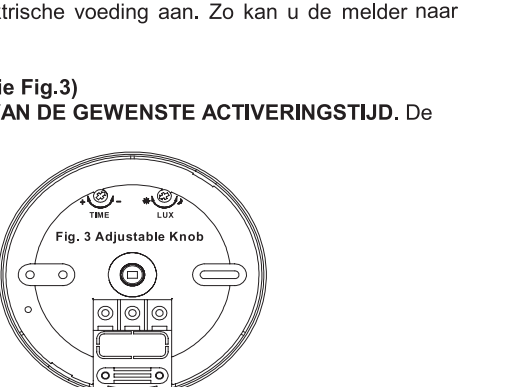

Fig. 2 Mounting and Wiring
3. Schroef de vijzen (Fig.2) terug, verwijder het deksel.
5. Sluit de voedingskabels (power cable) en de kabel van de lamp (load cable) aan de terminal (zie schéma) aan. Fig.2 (Kabel voor 6A/230V AC - Ø 0.75-1.50mm).